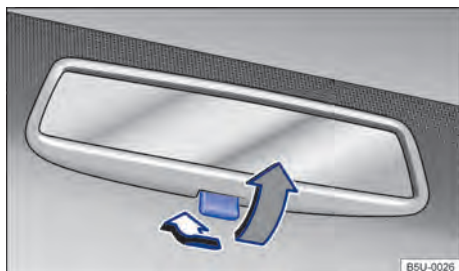

Fig. 72 No para-brisa: espelho retrovisor interno com antiofusco manual.
- Posição noite: puxar a alavanca → Fig. 72 (seta cinza), para evitar o ofuscamento dos faróis dos veículos que trafegam atrás.